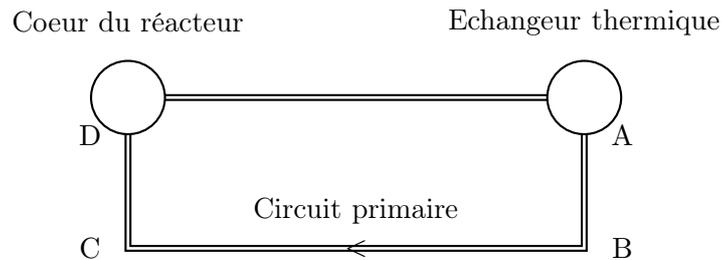

FIGURE 4.8 – Schéma de principe de circuit hydraulique.
**Exercice 50.** On étudie le circuit primaire d'une centrale nucléaire dans lequel de l'eau sous pression circule en circuit fermé représenté à la figure 4.8. Cette eau s'échauffe lors de son passage dans le cœur du réacteur grâce à l'énergie produite par les différents éléments combustibles. Cette énergie calorifique, transportée par l'eau sous pression, est utilisée *via* l'échangeur, par le circuit secondaire (non représenté) pour produire de l'énergie électrique. Les points du circuit sont à la même altitude.